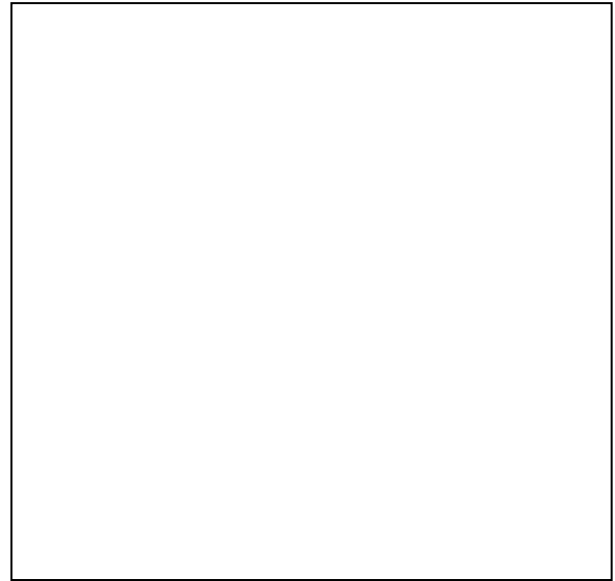

Fig. 21
6. Justeringseskruen (A) sidder på det forreste klipperophæng i venstre side (henviser til fig. 21).
7. Løsn 7/16-kædebolten (C) ved det forreste klipperophæng i venstre side lidt, så justeringsbeslaget (B) kan reguleres.
8. Juster venstre side af klipperdækket op eller ned efter behov, indtil afstanden er den samme som i højre side. Når justeringsskruen (A) drejes med uret, løftes klipperen og når den drejes mod uret, sænkes klipperen.
9. Drej på justeringsskruen (A) indtil knivbladene i begge sider er i samme højde over gulvet.
10. Med knivbladene stillet på tværs spændes 7/16-bolten (C) sikkert fast.
11. Kontroller om løftkæder (D) er stramme og at de bærer den samme vægt. Hvis en kæde er slap, skal du kontrollere om klipperdækket er nivelleret korrekt fra for til bag (se næste afsnit).